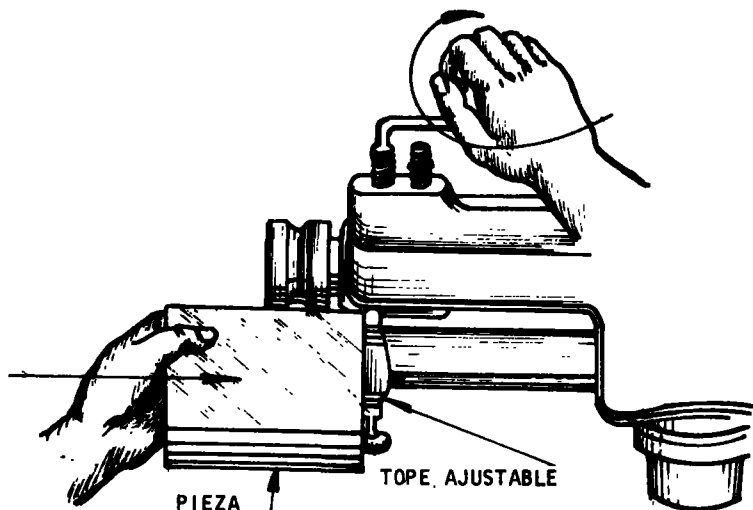

Fig. 2
- b Con una mano sostenga la pieza, y con la otra dé vueltas al tornillo de la manivela que hay en lo alto de la máquina, para bajar el rodillo superior hasta que la chapá quede firmemente ajustada (fig. 2).